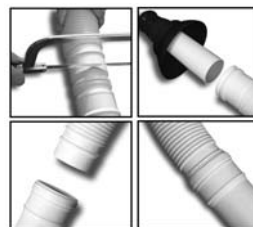

Fig. 3
- si l'installation du conduit de fumée est proche d'un matériau combustible, il faut respecter la distance minimale spécifiée dans la désignation du produit. Le tube flexible CONDENS, vendu en couronne, peut être coupé selon les pièces à connecter comme illustré dans la fig. 3